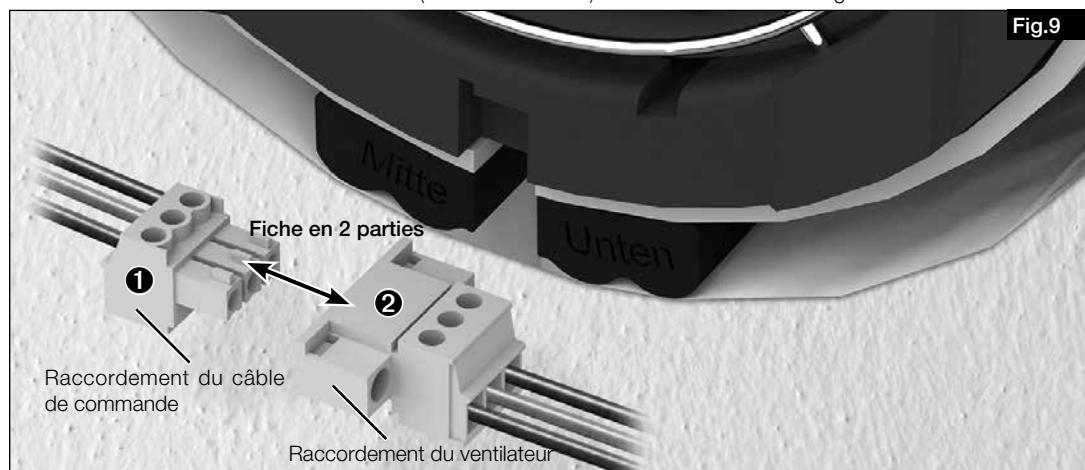

Fig.9
3. Extraire la fiche de branchement rapide en 2 parties (partie **1** à **2**) (voir fig. 9).